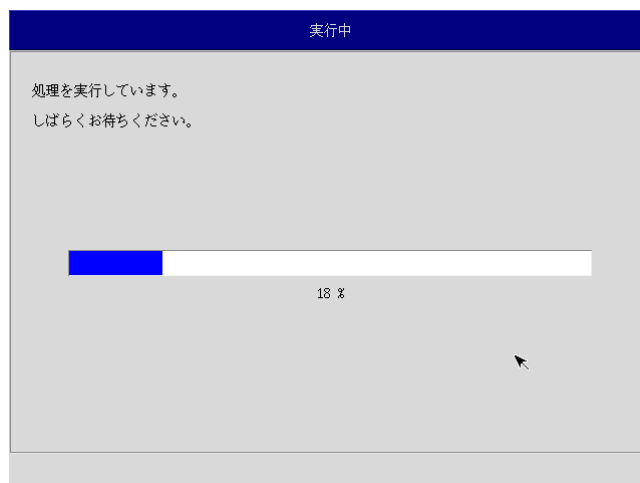

図 6-2-6. 実行中画面
- ⑩ 処理が始まります（図 6-2-6）。実行中は DVD ドライブを外したり、電源を落としたりしないでください。